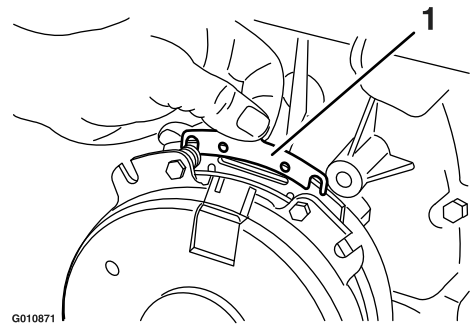

Figure 72
- B. A l'aide d'une pince à becs longs ou avec les doigts, saisissez la languette et déposez la cale (Figure 72).